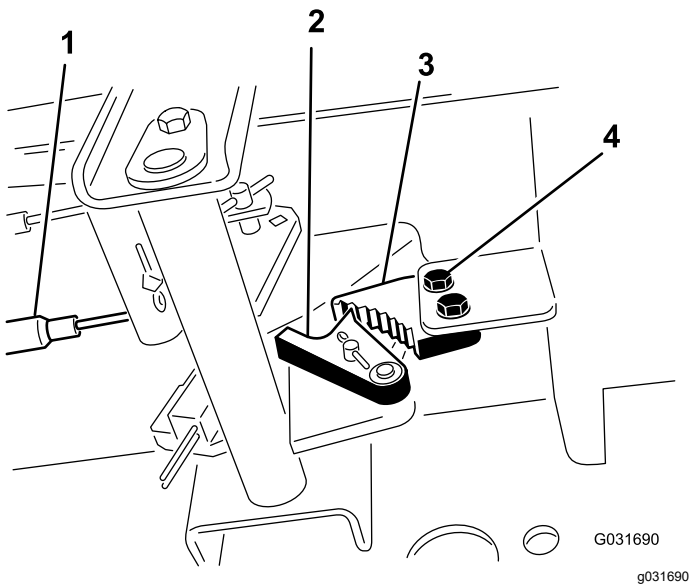

Bild 89
1. Lösen Sie die zwei Schrauben, mit denen die Sperre der Feststellbremse am Rahmen befestigt ist (Bild 89).
2. Drücken Sie das Pedal der Feststellbremse nach vorne, bis der Bremsauslöser ganz an der Bremssperre greift (Bild 89).